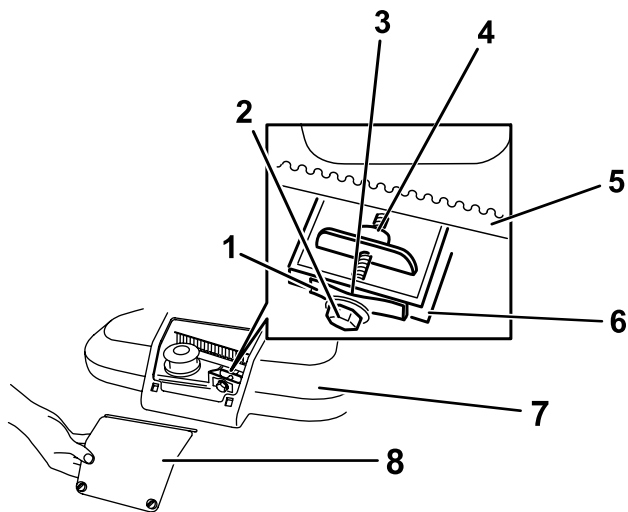

Рисунок 32
1. Ослабьте 2 болта крепления на  $\frac{1}{4}$  оборота на панели доступа кожуха ремня и снимите панель (Рисунок 32)
**Примечание:** Если между измерителем зазора и пружиной есть видимый зазор, затяните регулировочный болт и гайку до момента, когда калибр начнет свободно входить в зазор и выходить из него (Рисунок 32).